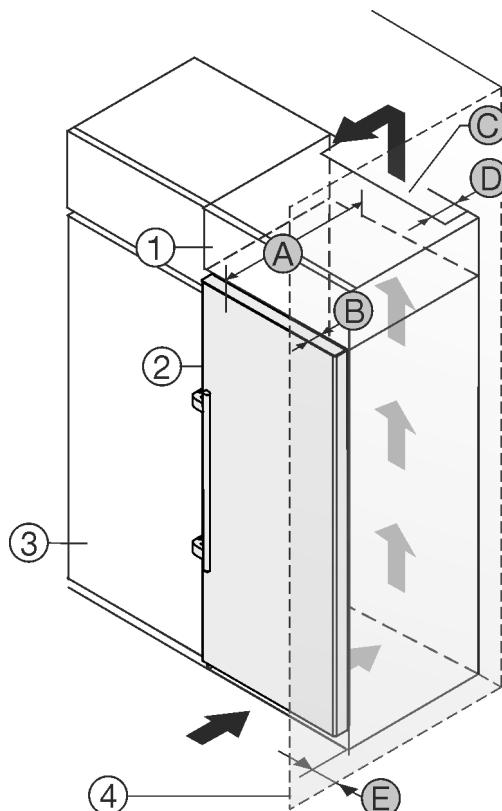

Fig. 1
Můžete přístroj nainstalovat přímo vedle kuchyňské skřínky Fig. 1 (3).
Na zadní straně nástavné skříňky musí být větrací šachta hluboká Fig. 1 (D) přes celou šířku nástavné skříňky.
Pod stropem místnosti musí být dodržen ventilační průřez Fig. 1 (C).
Když přístroj instalujete závěsy vedle stěny Fig. 1 (4), musí být vzdálenost mezi přístrojem a stěnou minimálně 57 mm. To odpovídá přesahu madla při otevřených dveřích.
Aby bylo možné dvířka plně otevřít, musí přístroj přesahovat o hloubku dvířek Fig. 1 (B) vůči přední linii kuchyňské skříňky. V závislosti na hloubce kuchyňských skřínek Fig. 1 (3) a použití vymezovačů odstupu od stěny může přístroj vyčnívat dále.